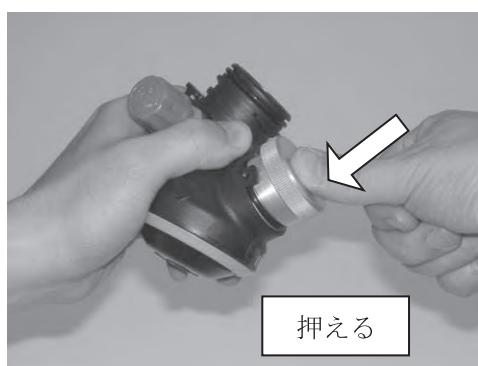

図36 呼気弁押えを取り付ける
- 4) 付属の呼気弁プラグのOリング部にグリースを薄く塗布した後、取り付ける。（図36参照）